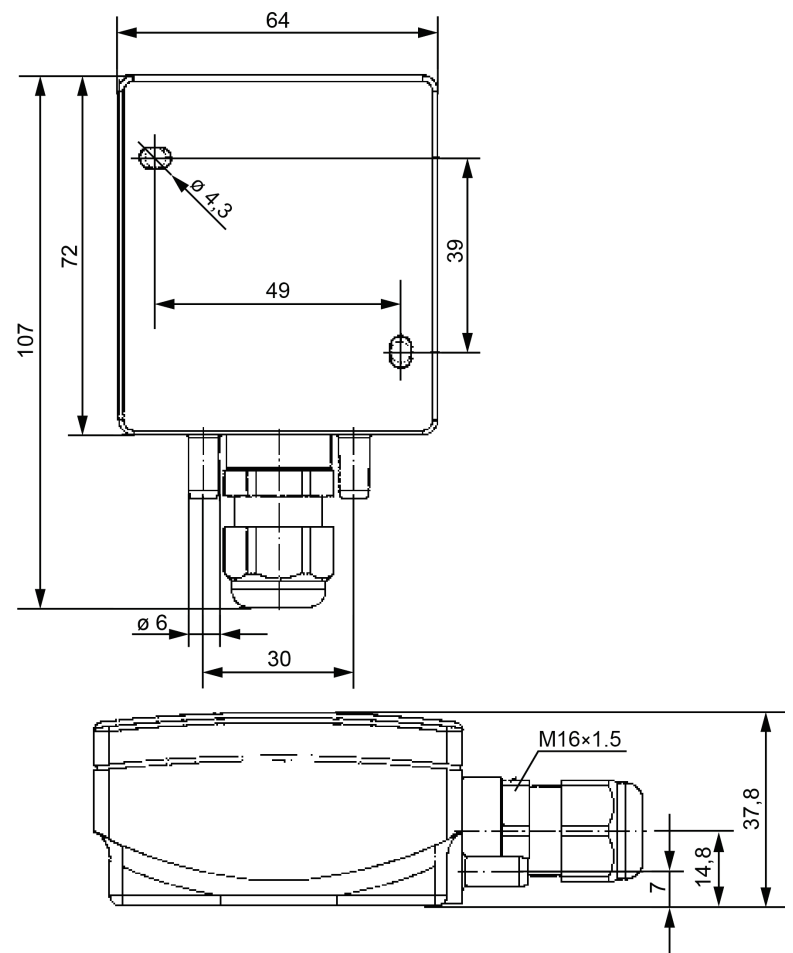

Рисунок 3.1 – Габаритні та установчі розміри
Габаритні та установчі розміри	Див. рисунок 3.1
• габаритні і приєднувальні розміри на технологічному об'єкті відповідають розмірам перетворювача (див. *рисунок 3.1*);
2. Підготувати місце для встановлення перетворювача (див. *рисунок 3.1*).